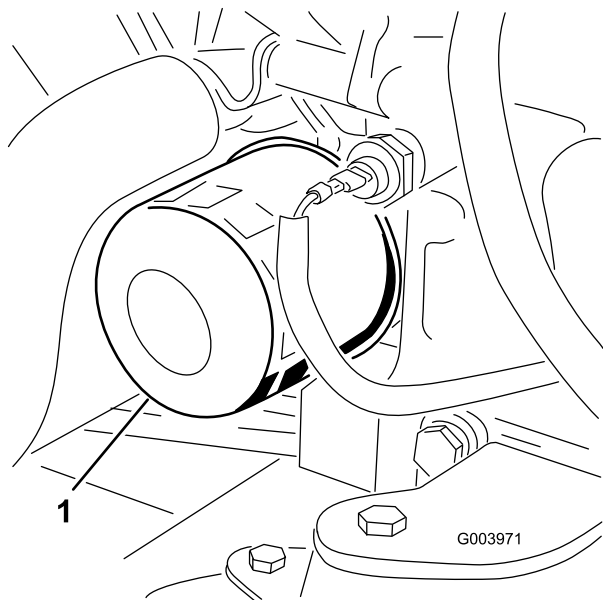

Bild 53
- Entfernen Sie den Ölfilter (Bild 53).